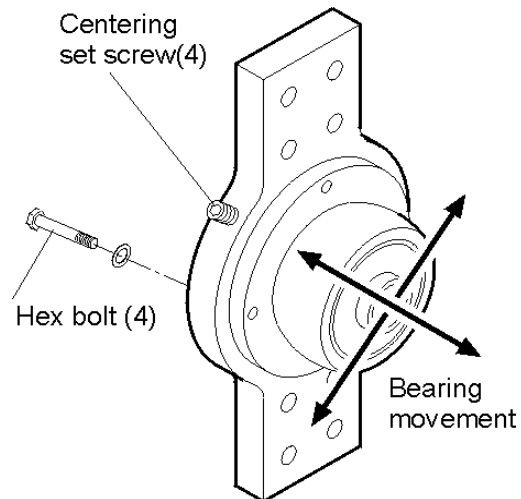

FIGURA 12: CENTRADO DE LOS RODAMIENTOS
9. Como se muestra en la Figura 12, centre los rodamientos en los soportes de los rodamientos: